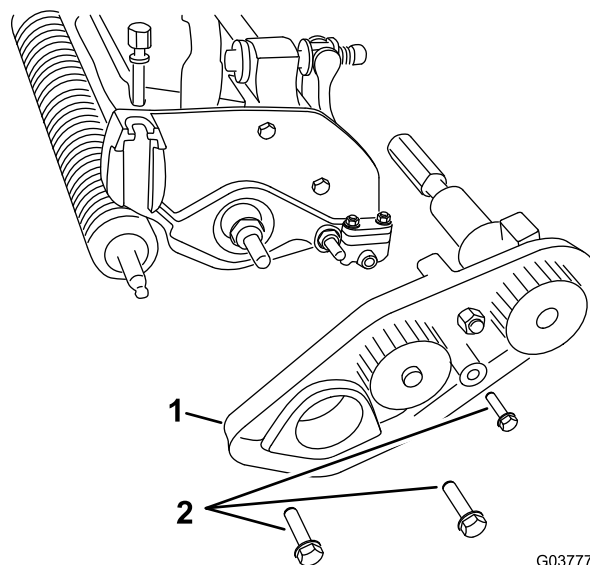

Рисунок 8
- 4. Отверните три болта, которые крепят узел ременного привода к режущему блоку (при наличии), и снимите весь узел (Рисунок 8).